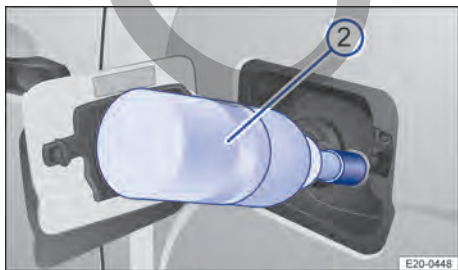

Fig. 135 Cargar AdBlue con una botella de recarga.
2. Coloque la botella en la boca de llenado de AdBlue® y enrósquela fijamente con la mano → Fig. 135 ②.